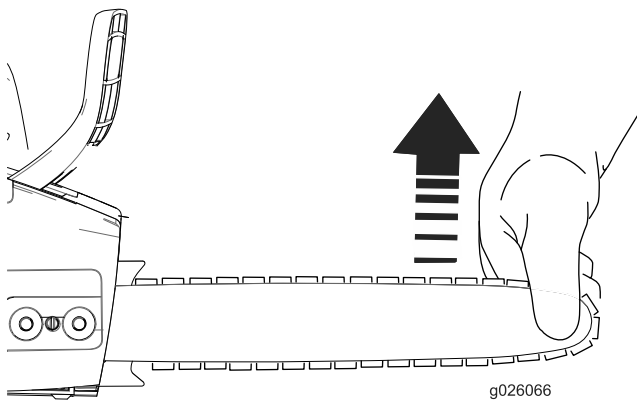

Figure 34
10. Saisissez l'extrémité de la barre (Figure 34).